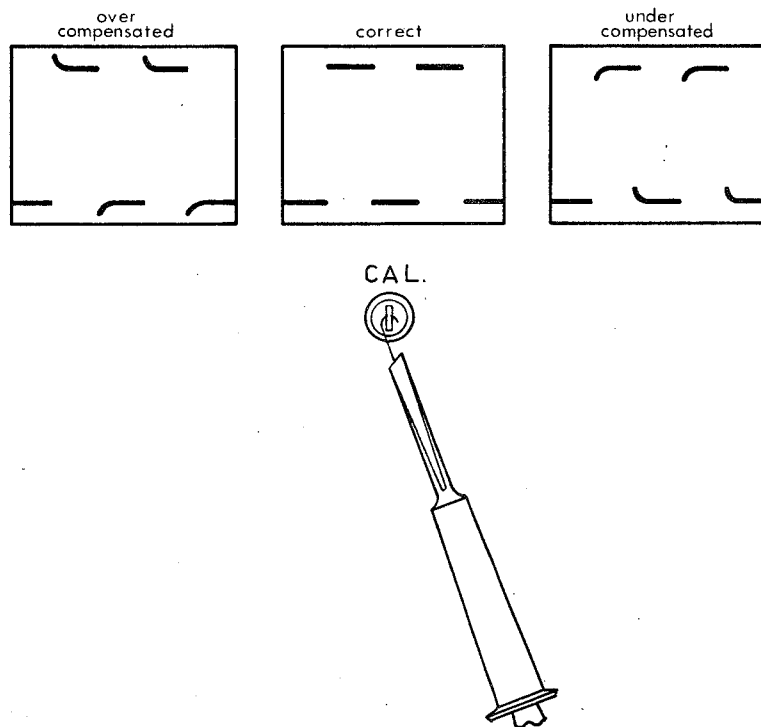

Fig. 3.27. Probe compensation
3.5.9. ADAPTER PM 9379 (Fig. 3.27)